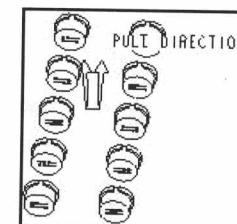

图 1.18
- ④ 单击【预览】按钮，结果如图 1.18 所示。发现产品需要沿“X”轴旋转 90° 才是开模方向。